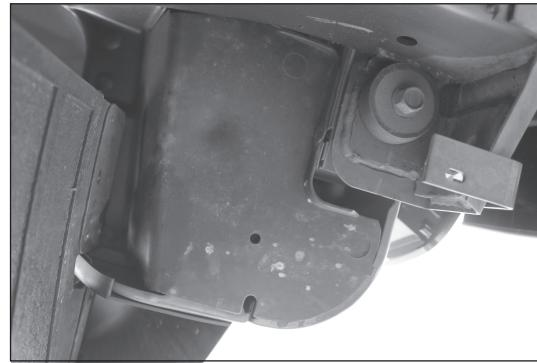

Fig. 1
2. Carefully remove the protective splash covers from the lower rear corners of the vehicle (fig. 1) and locate the vehicles taillight wiring harness underneath each cover. The wiring harness can be identified by connectors that match the T-Connector assembly.
2. Quite cuidadosamente las cubiertas protectoras del chapoteo de las esquinas posteriores más bajas del vehículo (la fig. 1) y localiza el arnés de cableado de la luz trasera de los vehículos por debajo de cada cubierta. El arnés de cableado se puede identificar por los conectadores que emparejan el montaje del T-Connectador.
2. Enlevez soigneusement les couvertures protectrices d'éclaboussure des coins arrière inférieurs du véhicule (fig. 1) et localisent le harnais de câblage de feu arrière de véhicules sous chaque couverture. Le harnais de câblage peut être identifié par les connecteurs qui assortissent le connecteur T-.